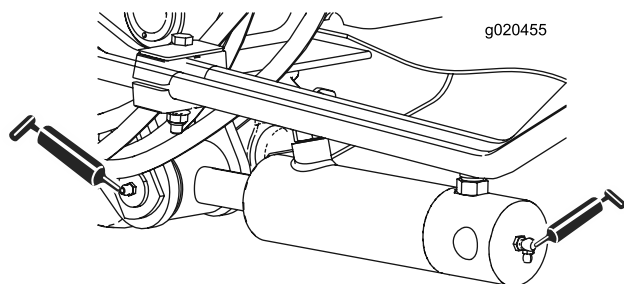

Figura 43
- Dois (cada lado) casquilhos do cilindro do braço de elevação (Figura 43)